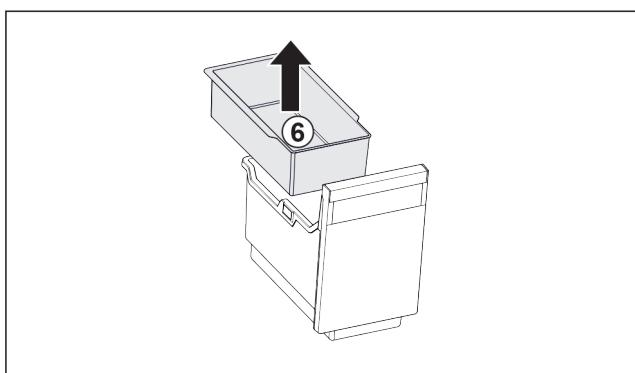

Fig. 139
- Eihängeschale Fig. 139 (6) entnehmen.